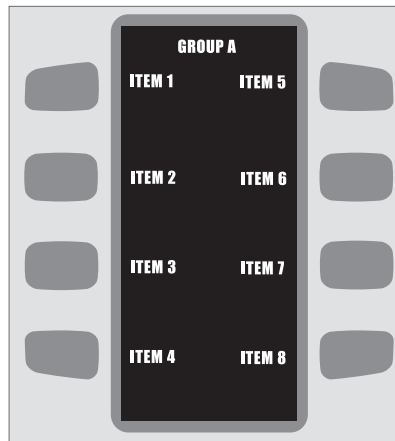

FIGURA 8: Modificar grupos
2. Introduzca el código de acceso “9” y ajuste la TCC. La pantalla muestra el primer conjunto de ocho (8) grupos de recetas. Para tener acceso al segundo conjunto de ocho (8) grupos de recetas, oprima la tecla de flecha “arriba” o “abajo”.
3. Seleccione el grupo de recetas que contiene la receta individual que desee alterar. Seleccione la receta que desee alterar oprimiendo la tecla táctil que corresponde al artículo de la receta. Figura 8.